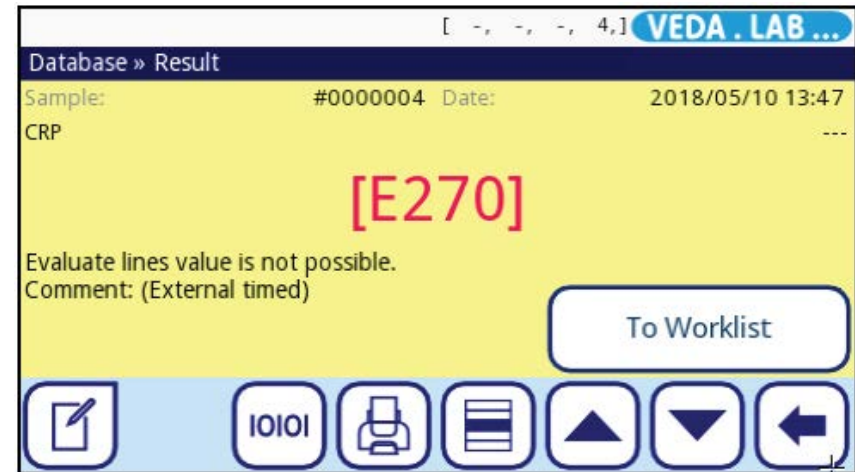

Abbildung 32: Einträge fehlgeschlagener Messungen zurück in die Arbeitsliste schicken zur Testwiederholung mit der Taste **To Worklist**
2. Tippen Sie die Taste  **Review the selected records** (Ausgewählte Einträge überprüfen) und anschließend die Taste **To Worklist** (Zur Arbeitsliste, siehe Abbildung 32).